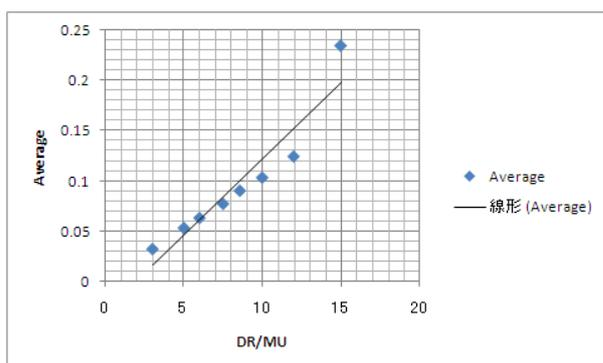

Fig.8 Wedge60°のError RMS Data
- MapCheck2、LogFileを用いた再現性の結果をFig.8~9に記す-